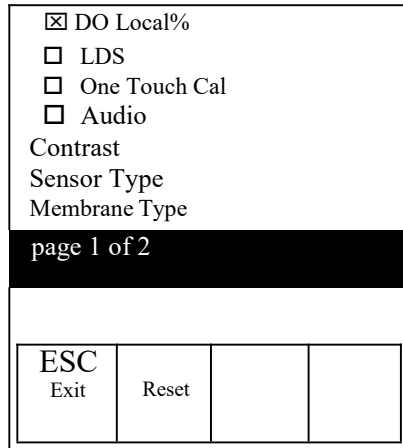

图 9, DO %Local功能已启动
系统设置菜单包括多个以“页面（page）”的形式表示的界面。当前的页面会在显示在显示屏上，如图9。
**DO Local%** 功能可以使用向上和向下箭头键点亮和使用回车键确认来被启动或关闭。一个DO Local%前的在选项框中的‘X’表明该功能被启动（图 9）。